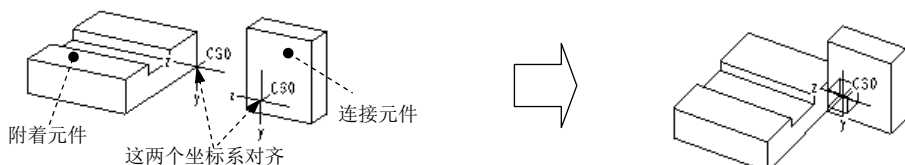

图 13.2.9 焊接 (Weld) 接头
焊接接头如图 13.2.9 所示，它将两个元件粘接在一起。焊接接头的连接元件和附着元件间没有任何相对运动。
(1) 在操控板的约束集列表选取  焊缝 选项。
(2) 单击操控板中的  放置 按钮。
(3) 选取“坐标系”约束的参考。选取图 13.2.9 中的两个坐标系。